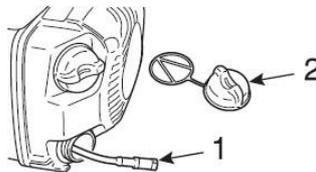

Fig. 19
**ATTENZIONE!** Controllare il filtro dell'olio periodicamente, un filtro ostruito (Fig. 19-①) compromette il normale funzionamento dell'impianto di lubrificazione.
1. Svitare il tappo del serbatoio dell'olio (Fig. 19-②).
2. Estrarre il filtro dell'olio (Fig. 19-①) dal serbatoio con un uncino metallico.
3. Se il filtro (Fig. 19-①) è sporco, lavarlo con benzina o sostituirlo.